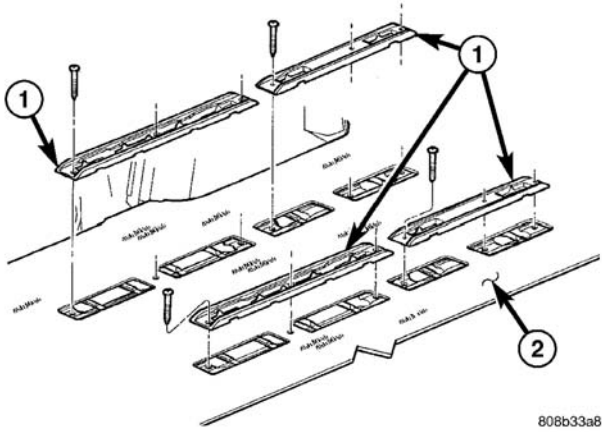

图 4 座椅盾形框
- （11）拆卸地板盾形框（图 4）。
（6）安装地板盾形框（图 4）。